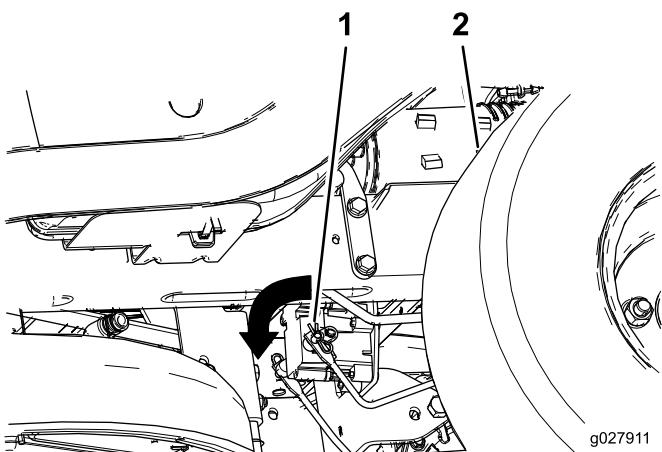

Figure 51
2. Trouvez l'arbre sur le frein électrique au point de connexion des bras de liaison (Figure 51).